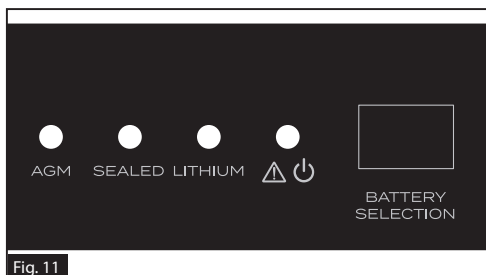

Fig. 11
- Appuyez sur le bouton BATTERY SELECTION pour sélectionner le type de batterie approprié. (Figure 11)
- Assurez-vous que le système est opérationnel, p. ex. que le voyant LED de chargement clignote ou s'allume en vert fixe. (Figure 11)